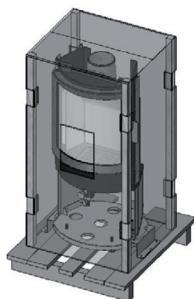

FIG. 1 - IMBALLO STRIPE
- Uno contiene la struttura della Fig.1.